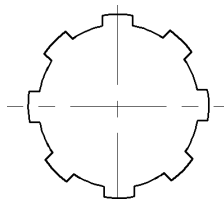

图 3-22 修剪结果
④ 单击“默认”选项卡“修改”面板中的“修剪”按钮, 修剪多余的直线, 效果如图 3-22 所示。